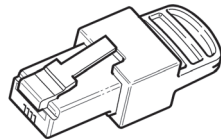

Figure 2-11 Terminateurs du réseau
- Terminateurs du réseau (Figure 2-11) - le réseau Xanbus doit être correctement équipé de bornes à chaque extrémité pour garantir la qualité du signal de communication sur le réseau. Les terminateurs réseau sont connectés aux ports réseau de chaque appareil activé par Xanbus. Le contrôleur de charge solaire et les autres appareils activés par Xanbus sont livrés avec un terminateur. Selon la topologie de votre réseau, il peut s'avérer nécessaire d'insérer ce terminateur dans un autre appareil sur le réseau.